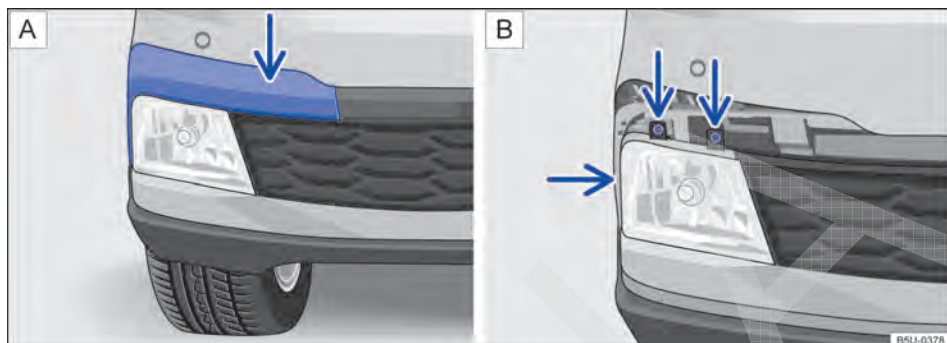

Fig. 204 No para-choque dianteiro: **A** desinstalar a moldura do farol de neblina e **B** retirar os parafusos do farol de neblina.
2. Desencaixar a moldura, cuidadosamente → Ⓞ, primeiramente pelo local indicado pela seta → Fig. 204 **A**. Remover completamente para acessar os parafusos do farol de neblina.
3. Remover os parafusos de fixação indicados pelas setas → Fig. 204 **B**.